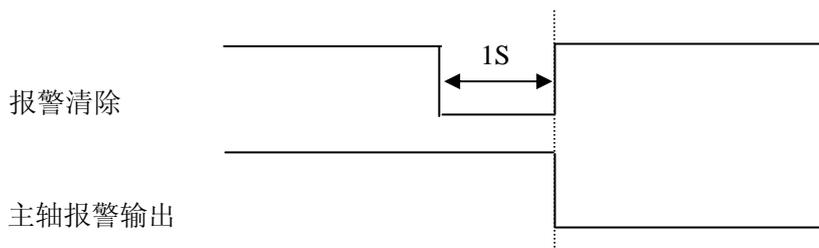

图 5.3 外部报警清除时序图
- 3) 不关断控制电源（三相主电源断开），在清除故障源后，通过报警清除输入信号（ALM_RST），采用外部报警复位方式来清除报警，其时序如图 5.3 所示。复位后驱动器面板上的红灯熄灭(表示报警被清除)，主轴报警（ALM）输出 ON，驱动器 XS5 输入/输出端子故障连锁继电器常开触点闭合。